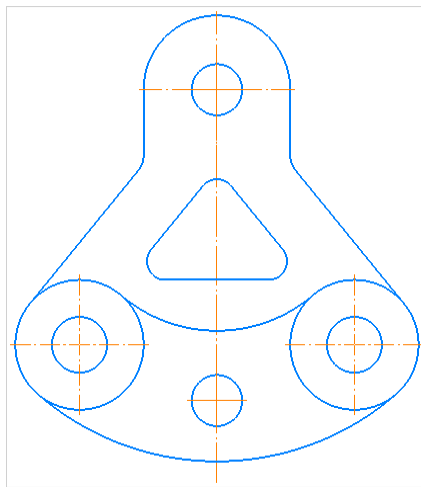

Рисунок 3.9 – Контур трикутника
- наносимо осьові лінії (рис. 3.9).